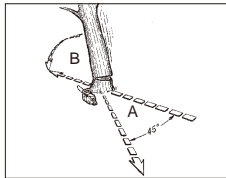

Fig. 11A
⚠ADVARSEL: En rømningsbane (A) bør planlegges og ryddes som nødvendig før kuttinger startes. Rømningsbanen bør strekke bakover og diagonalt til baksiden av det forventede fallområdet, som illustrert i Fig. 11A.
⚠ADVARSEL: Etter hvert som hovedskåret kommer nært til hengelsen, bør treet begynne å falle. Når treet begynner å falle, må du fjerne sagen fra skåret, stoppe motoren, sette ned motorsagen, og forlate område langs rømningsbanen (Fig. 11A).